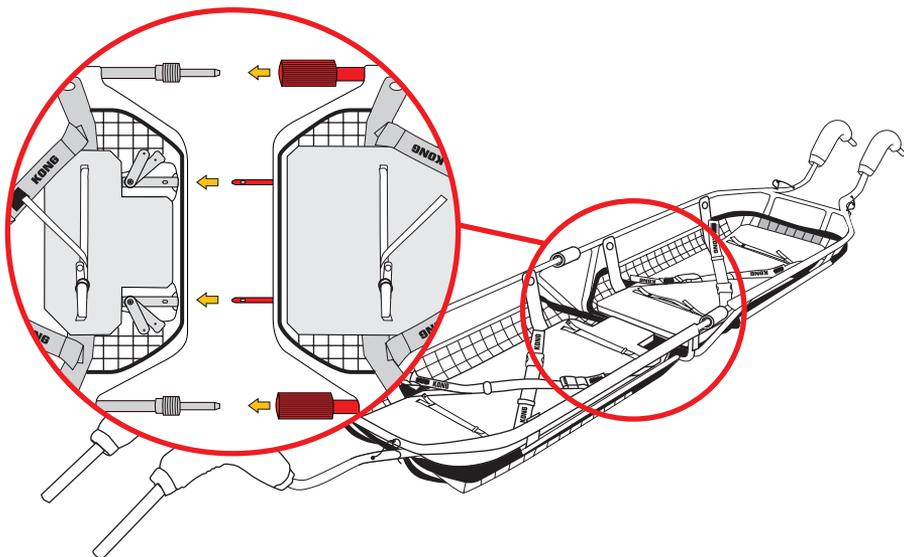

Fig.9
c) collegare le due parti della struttura mediante gli spinotti del telaio (fig. 9),